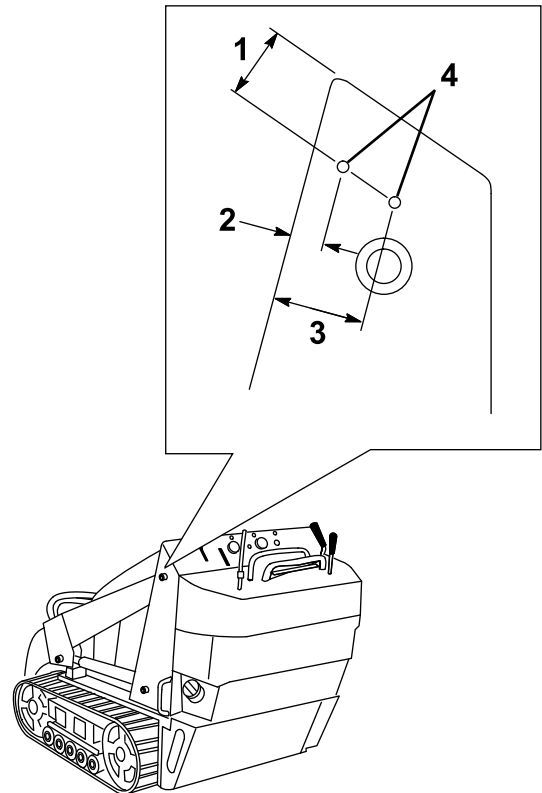

図4
- 図4**のように、フレームのエッジから内側に向かって、シールドブラケット用の穴の場所にマーキングする。